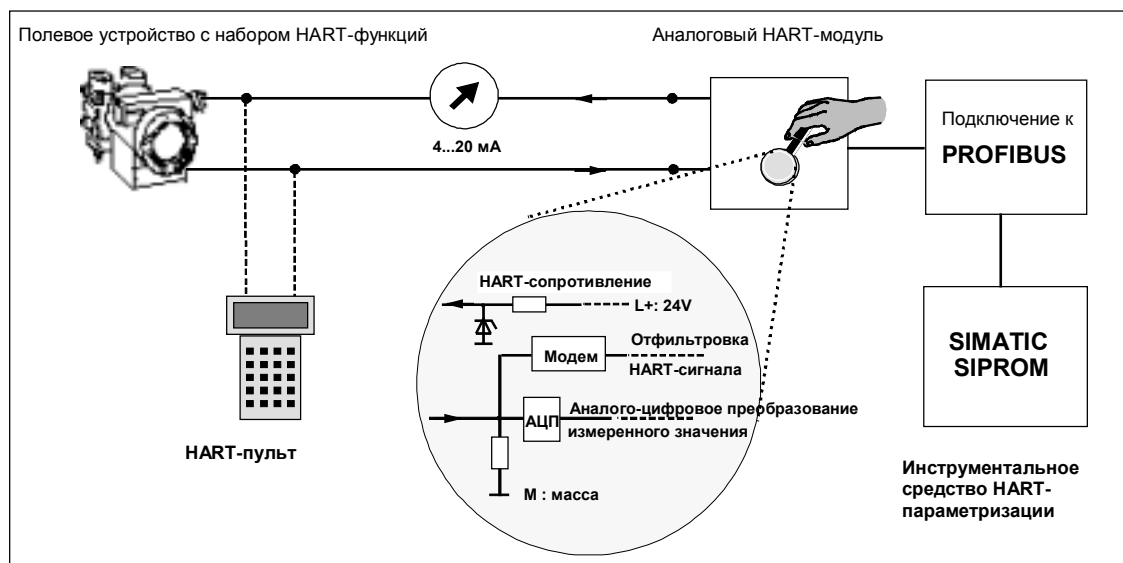
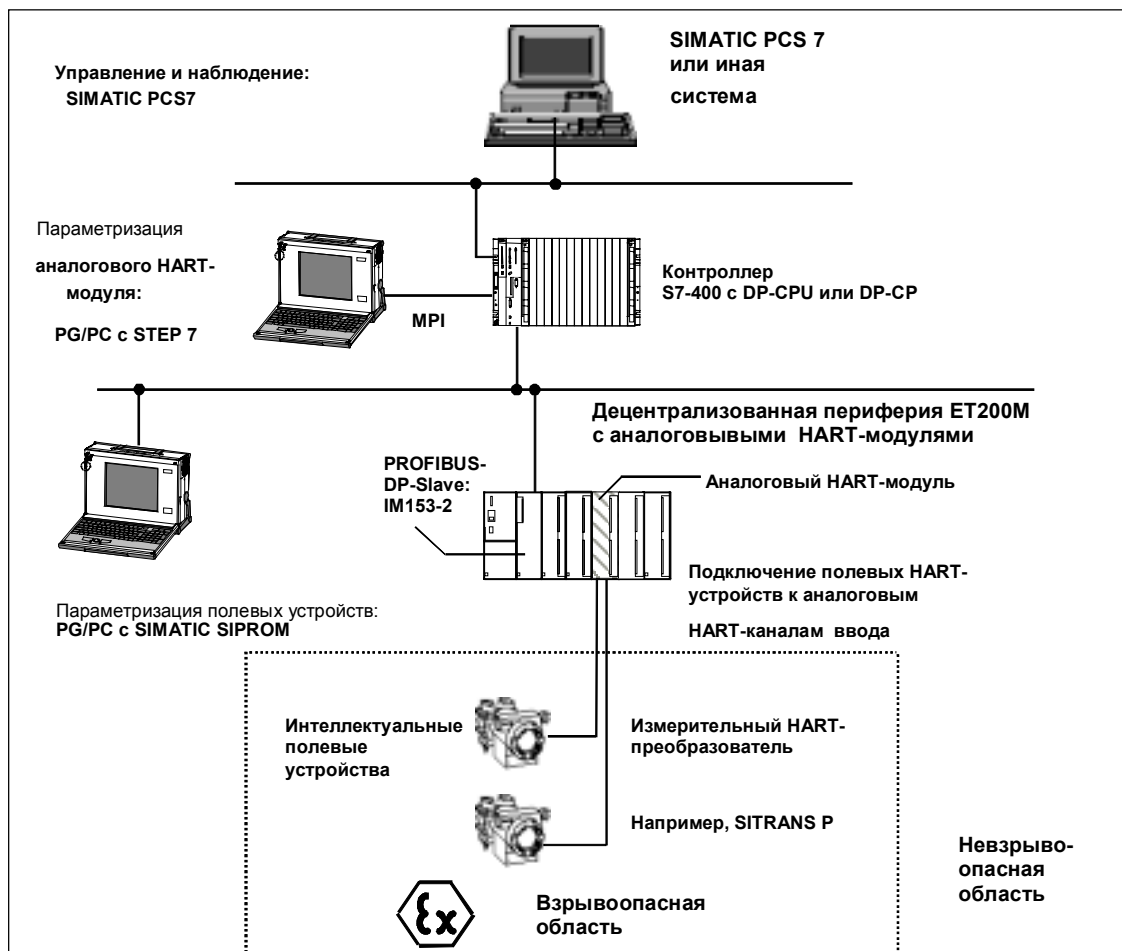

Рис. 4-3 Системное окружение для использования HART
Рис. 4-4. Использование аналогового HART-модуля в примере конфигурации
Для использования интеллектуального полевого устройства с набором HART-функций Вам требуется следующее системное окружение (см. рис. 4-3):
- **Подключение средства HART-параметризации:** Для этого, напр., используется SIMATIC SIPROM, подключаемый через PROFIBUS-DP. Это показано на рис. 4-3 в виде блока "Подключение к PROFIBUS" и подробнее объясняется на рис. 4-4.